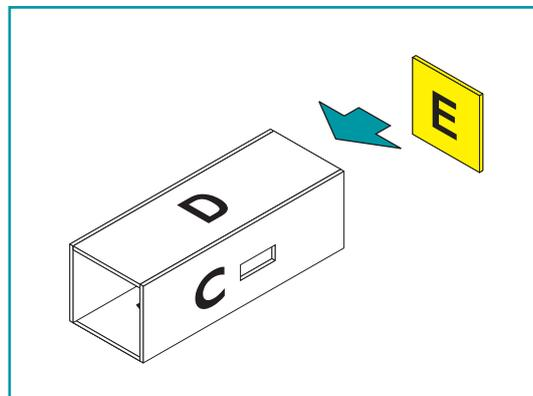

figura 15
2.3.4 Monte el panel E a los paneles B y C. (figura 15)